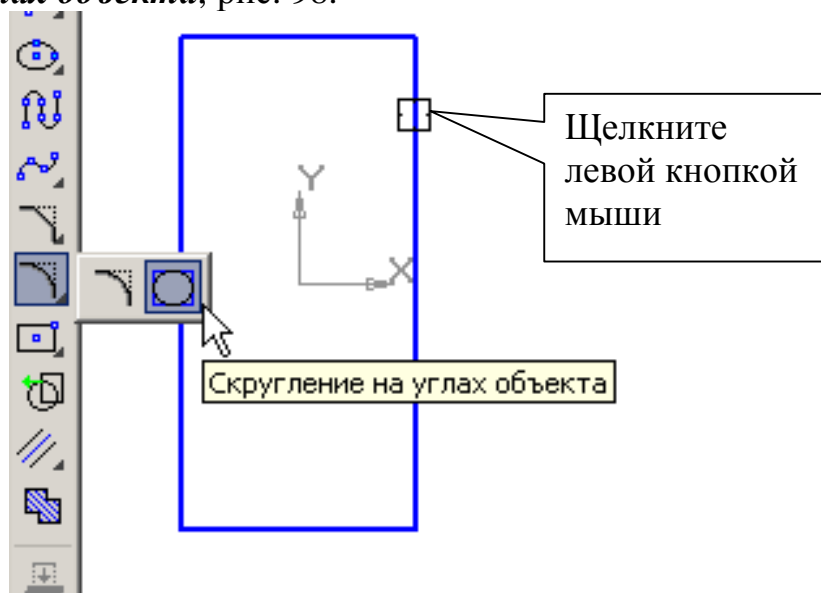

Рис. 98
2. Для выполнения скруглений на прямоугольнике сделайте активной команду **Скругление на углах объекта**, рис. 98.
Подведите курсор к построенному прямоугольнику (прямоугольник окрасится в красный цвет) и щелкните на его изображении левой кнопкой мыши, рис. 98. Скругления построены.